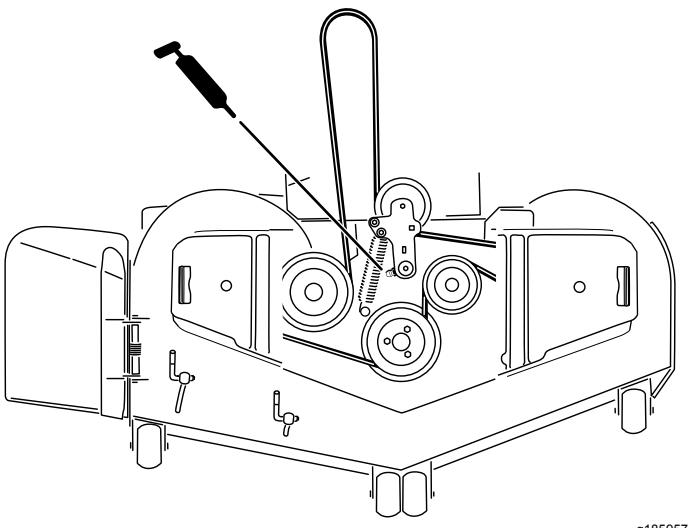

Figure 44
- Pour toutes les autres tondeuses, graissez le pivot de la poulie de tension du tablier de coupe jusqu'à ce que la graisse ressorte par le bas (Figure 44).